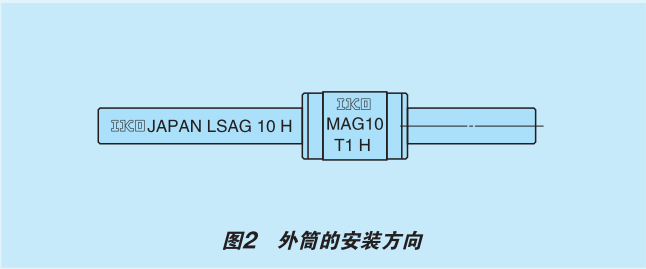

图2 外筒的安装方向
- ⑦几套同时安装时
- ⑧外筒和花键轴的组装
- 此外，非互换性规格产品的外筒和花键轴上标记的方向一致时(参照图2)才能获得理想精度。因此，组装时必须注意不可改变组装方向。